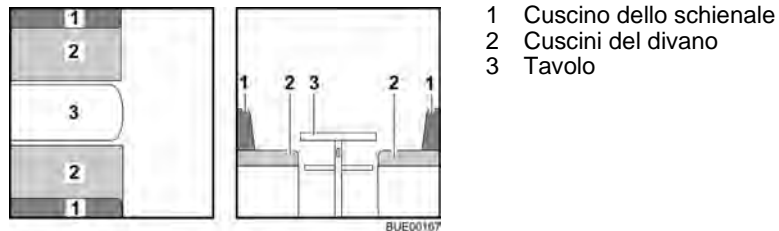

Fig. 81 Prima della trasformazione
- Trasformare il tavolo (Fig. 81,3) in struttura di supporto letto (vedi paragrafo 6.11).